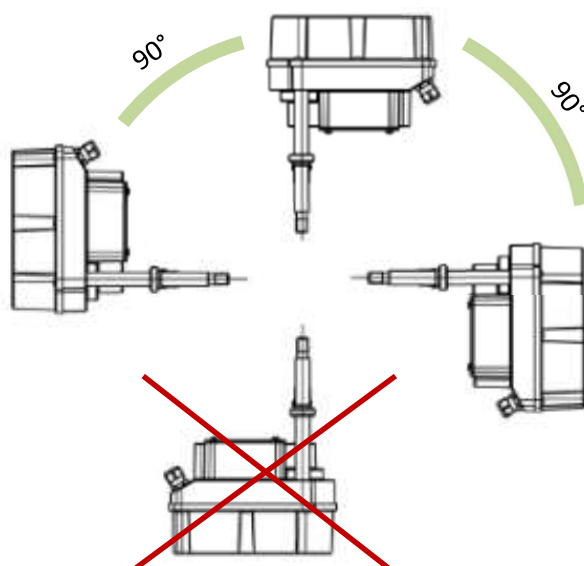

Figura 2: Posizione di montaggio
- La posizione di montaggio è a piacere ad eccezione del caso "Coperchio con apertura verso il basso" (figura 2).